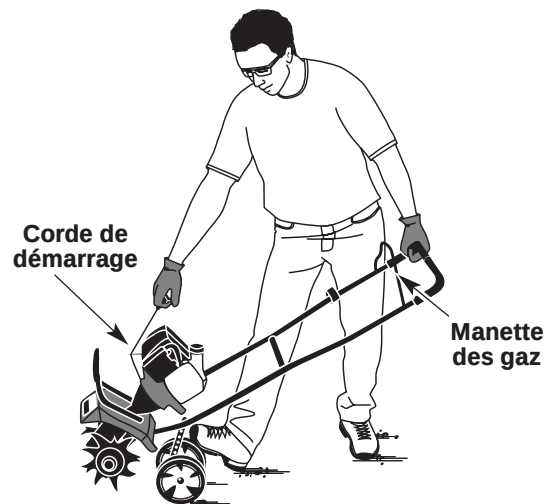

Fig. 12
AVERTISSEMENT: éviter le démarrage accidentel. Se tenir en position de démarrage pour lancer le moteur (Fig. 12). Lors du démarrage, l'opérateur et l'outil doivent être en position d'équilibre afin d'éviter le risque de blessures graves.
5. Levez-vous en position de départ et **n'appuyez pas sur la manette des gaz** (Fig. 12). Tirez sèchement sur le cordon de démarrage jusqu'à 5 à 10 fois.